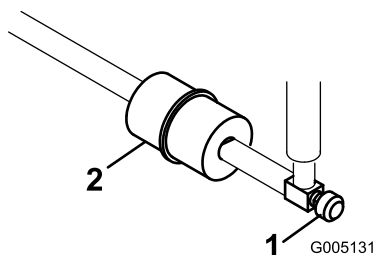

Figura 41
El tubo de combustible lleva incorporado un filtro en línea entre el depósito de combustible y el carburador (Figura 41).
1. Cierre la válvula de cierre de combustible, afloje la abrazadera en el lado del carburador del filtro y retire el tubo de combustible del filtro (Figura 41).
2. Coloque un recipiente debajo del filtro, afloje la otra abrazadera y retire el filtro (Figura 41).